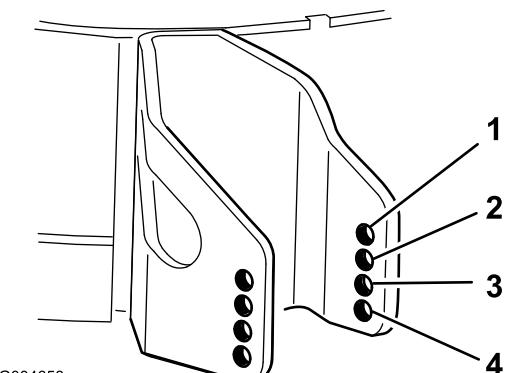

Figura 9
4. Scegliete il foro in modo da posizionare il rullo antiscalpo all'altezza di taglio corrispondente più vicina all'altezza richiesta (Figura 9).